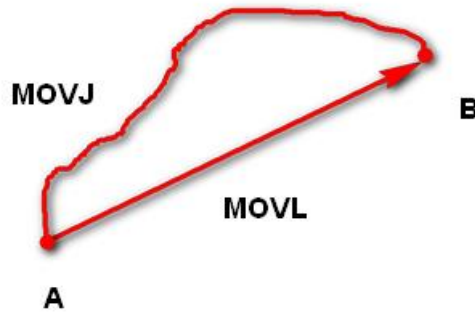

图 12.1 MOVL 和 MOVJ 运动模式
- **MOVJ**: 关节运动，由A点运动到B点，各个关节从A点对应的关节角运行至B点对应的关节角。关节运动过程中，各个关节轴的运行时间需一致，且同时到达终点，如图 12.1所示。
- **MOVL**: 直线运动，A点到B点的路径为直线，如图 12.1所示。